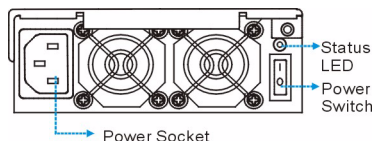
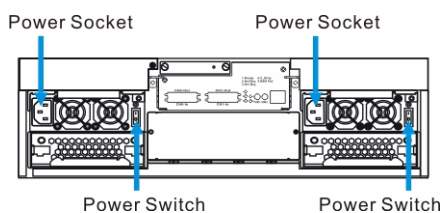

Bild 7.1 Controller-Modul DVA-08E
Bild 7.2 Controller-Modul DVA-08K/DVA-16K
1. Schließen Sie die mitgelieferten Netzkabel an die Netzanschlüsse an der Rückseite des Systems an (siehe *Bild 7.1* und *Bild 7.2*). Für DVA-08E wird ein (1) Netzkabel benötigt, für DVA-08K und DVA-16K werden jeweils (2) Netzkabel benötigt.
4. Schalten Sie das Subsystem ein, indem Sie beide Netzschalter auf der Rückseite der Stromversorgungsmodule einschalten. Die Lage der Netzschalter können Sie *Bild 7.1* und *Bild 7.2* entnehmen.